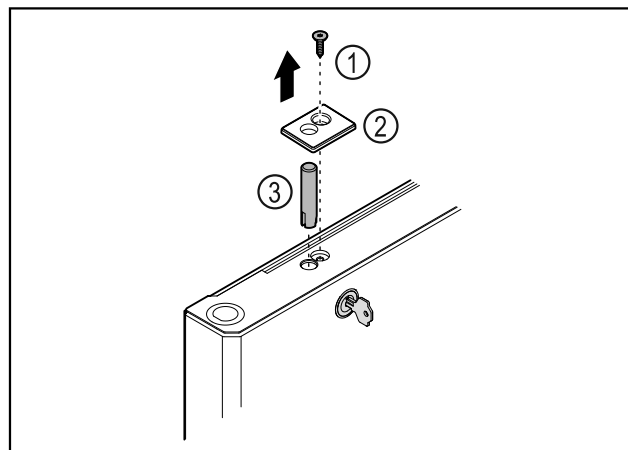

Fig. 43
- ▶ Odstraňte šroub Fig. 43 (1).
- ▶ Uvolněte kryt Fig. 43 (2) malým šroubovákem a sejměte jej.
- ▶ Vytáhněte zámkový čep Fig. 43 (3).